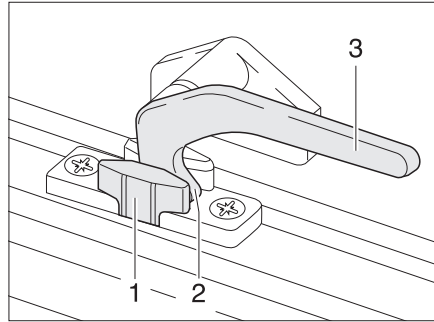
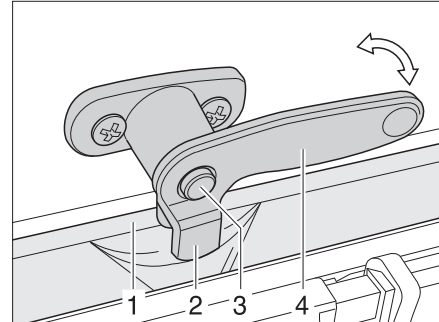

Bild 68 Låsarm i läget "Kontinuerlig väd-
Bild 69 Låsarm med låsknapp i läget
- I läget "Kontinuerlig vädning" (Bild 68)
- Tryck på låsknappen (Bild 69,3) om sådan finns och håll den nedtryckt.
- Sväng låsarmen (Bild 68,3) resp. Bild 69,4) ett kvarts varv mot fönstrets mitt.
- Vrid tillbaka låsarmen. Därvid måste låsspaken (Bild 68,2 resp. Bild 69,2) föras in i spåret på fönsterlåset (Bild 68,1 resp. Bild 69,1).